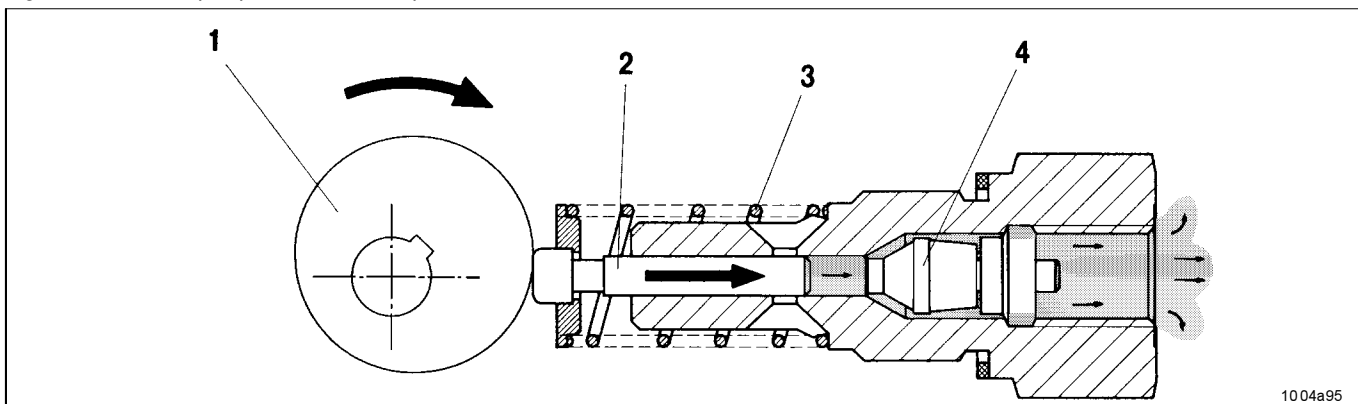

Fig. 2-3 Elemento pompante in fase di erogazione
- lo manda ai punti di lubrificazione collegati attraversando i distributori (fig. 2-3).